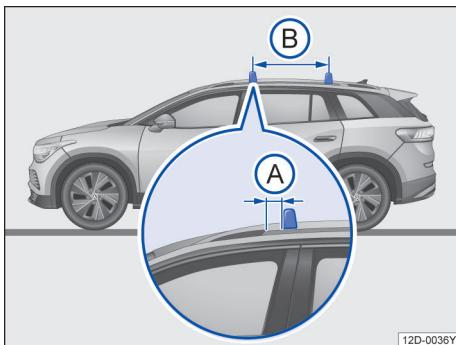

图 140 配备车顶行李架基架的汽车：行李架杆的固定点
行李架杆安装在车顶行李架基架上。同时前行李架杆与前车顶行李架脚→图 140(A)之间的距离为 3~6.5 cm。行李架杆的相互距离(B)应大约为 70 ~75 cm。
- 行李架杆只能安装在平行箭头→图 140(B)之间。